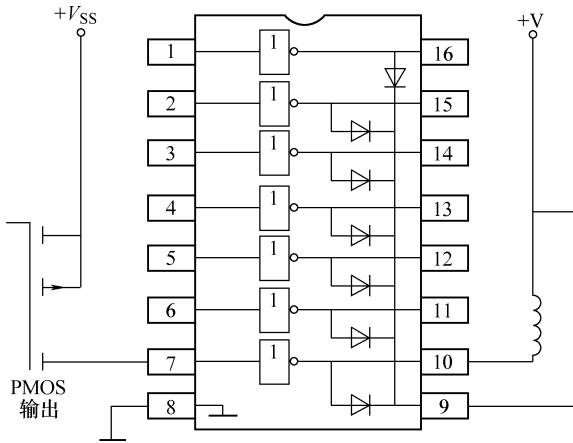

图 5-15 ULN-2002A 内部框图
- (15) ULN-2002A 内部框图 (见图 5-15)